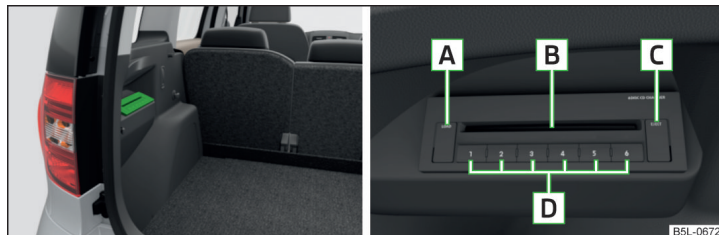

Fig. 97 Magazia de CD-uri
» Apăsați tasta **C** » fig. 97.
» Mențineți tasta **C** » fig. 97 apăsată mai mult de 2 secunde și introduceți toate CD-urile pe rând (maxim 6 CD-uri) în fanta pentru CD-uri **B**.
» Apăsați tasta **A** » fig. 97.
➤ Mențineți apăsată tasta **A** » fig. 97 timp de mai mult de 2 s.
- Introduceți un CD cu fața inscripționată în sus, atât de mult în fanta **B** » fig. 97, până când CD-ul este tras automat în aparat. Redarea începe automat.